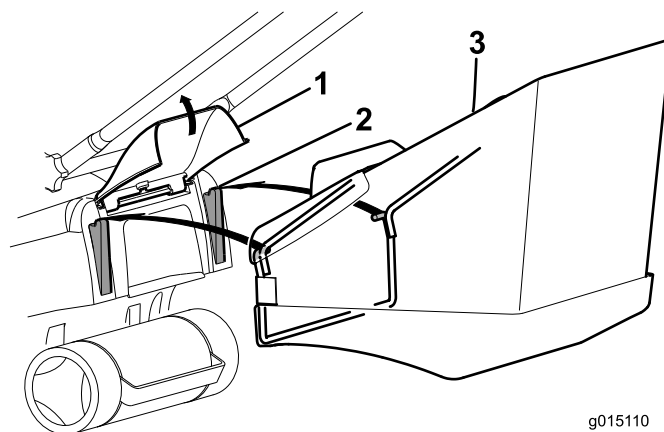

Figura 14
1. Alzate lo sportello posteriore, rimuovete il tappo mulching (Figura 15) e montate il cesto di raccolta sulle sporgenze (Figura 14).